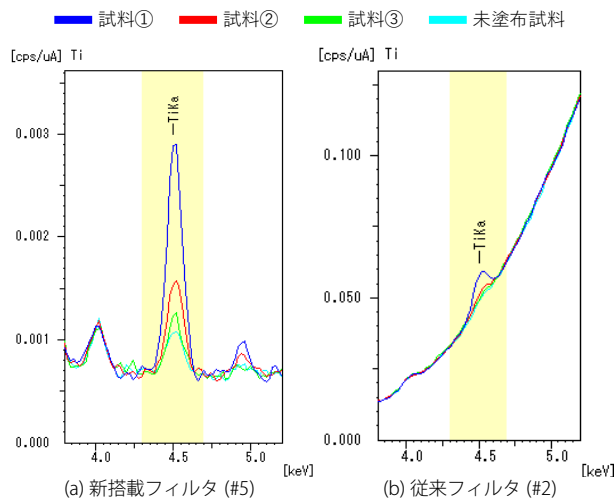

図3 TiK α プロファイル重ね合わせ
試料①～③および未塗布試料について、新搭載の一次フィルタ (#5) を用いて測定しました。また、比較対象として従来から搭載されている微量Tiの分析に有効なフィルタ (#2) を用いた測定も行いました。それぞれのプロファイルの重ね合わせを図3 (a), (b) に示します。新搭載フィルタを用いることで、微量TiのP/B比 (ピークとバックグラウンドの強度比) がより改善していることがわかります。